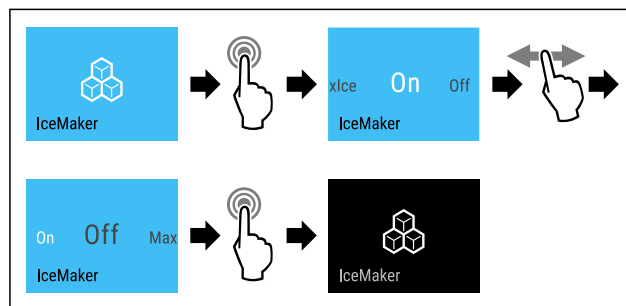

Fig. 20 Voorbeeld met actieve functie IceMaker
- ▶ Stappen (zie Fig. 20) uitvoeren.